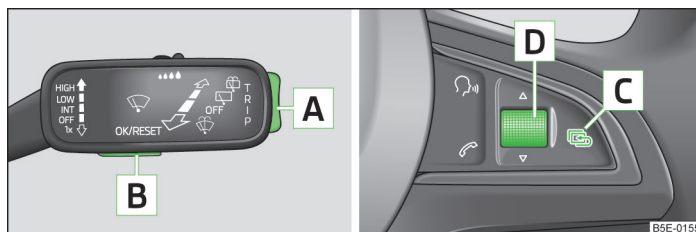

Fig. 4. Tastele (roțița) de la maneta de operare / de la volanul multifuncțional
» Selectați de la tasta **[A]** » fig. 4 sau de la roțița **[D]** punctul de meniu **Avvertizare la depășirea vitezei**.
- Selectați de la tasta **A** » fig. 4 sau de la roțița **D** punctul de meniu **Avertizare la depășirea vitezei**.